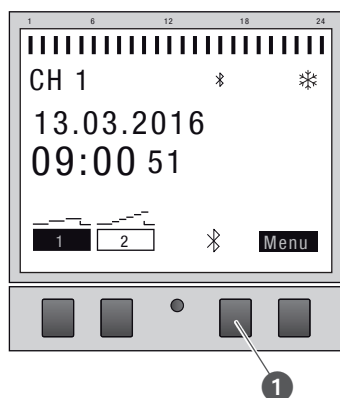

Fig. 20: Opbygning af Bluetooth-forbindelse på kontakturet
1. Tryk på Bluetooth-knappen (Fig. 20/①) på kontakturet.